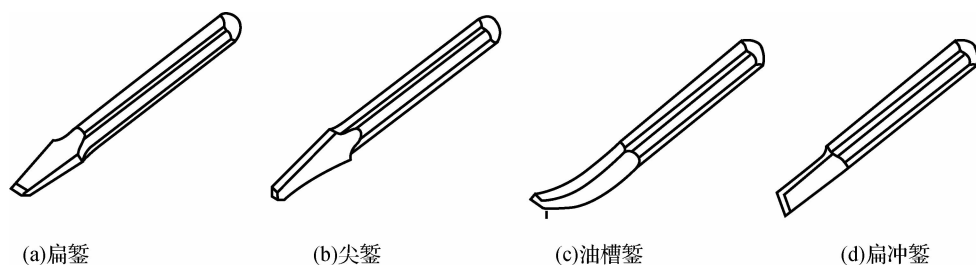

图 2-3 錾子的类型
(1) 扁錾,如图 2-3(a)所示。扁錾又分大扁錾和小扁錾两种,用于錾削平面、切割材料和去毛刺。切削部分扁平,切削刃较长,且略带圆弧。
(2) 尖錾,如图 2-3(b)所示。尖錾用于开槽。其刃较窄,且刃的两侧从切削刃至柄部逐
(3)油槽錾,如图 2-3(c)所示。油槽錾用于錾削轴瓦和一些设备上的油槽等。其切削刃很短且呈半圆形,切削部分呈弯曲状。
(4)扁冲錾,如图 2-3(d)所示。扁冲錾用于打通两个钻孔间的间隔。